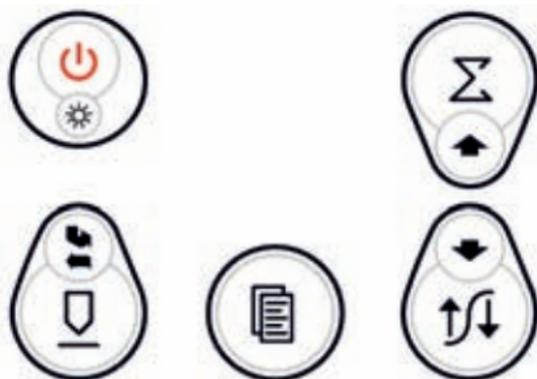

Рис. 4.2. Клавиатура управления толщиномером
– клавиатура управления толщиномером (рис. 4.2.) На тыльной стороне корпуса электронного блока расположена крышка батарейного отсека. На верхнем торце электронного блока расположены разъем для подключения преобразователя и разъем для соединения с